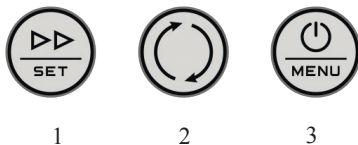
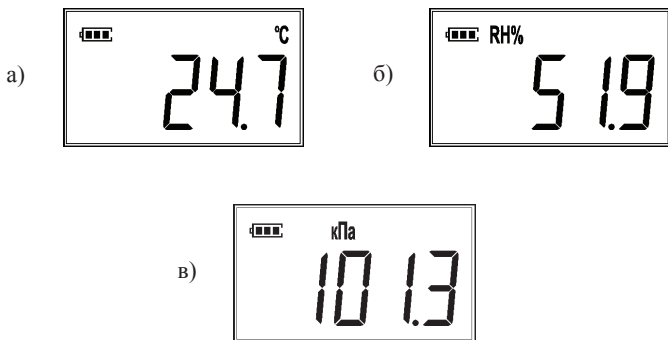

Рис.3 – Кнопки управления.
Рис.4 – Индикация на ЖК-дисплее режимов:
однократным нажатием кнопки ВКЛ/ВЫКЛ (3, Рис.3), причем, во время включения прибора на его экране будет выведен его серийный номер.
5.5 Для определения желаемого параметра достаточно поместить прибор в зону измерений и после установления тепло-влажного равновесия между зондом и окружающей средой считать с жидкокристаллического дисплея измеренное значение (Рис.4).
Если необходимо, например, включить/выключить даталоггер или передачу данных по Wi-Fi, то это можно сделать перейдя в меню настроек прибора, зажав у включенного прибора на несколько секунд кнопку MENU (3, Рис.3). При этом для адекватной работы прибора, его необходимо предварительно настроить с помощью программы-конфигуратора на ПК.
Длительное (примерно 2 секунды) нажатие на кнопку SET (1, Рис.3) приводит к смене текущего состояния регистратора данных. Для перехода к следующему пункту меню необходимо однократно нажать на кнопку SET.
связи происходят с интервалом примерно 1 раз в секунду), что может быть удобно при проведении калибровки или поверки прибора. Для перехода в данный режим необходимо включить прибор, выбрать измеряемый параметр, включить Wi-Fi при необходимости, затем нажать кнопку SET (1, Рис. 3) на несколько секунд. После данных действий на экране прибора начнет мигать размерность выбранного измеряемого параметра, что является признаком перехода в быстрый режим. При этом циклический режим работы прекращает свою работу, переключения на экране прибора между измерительными каналами не происходит. Для прекращения работы быстрого режима необходимо на несколько секунд нажать кнопку SET (1, Рис. 3)
7.2 Включите прибор однократным нажатием на кнопку включения прибора (3, Рис.3). После включения прибор перейдет в режим
измерения температуры (Рис.4, а).
7.3 Для перехода в режимы измерения влажности (Рис.4, б) или атмосферного давления** (Рис.4, в) нужно нажать на кнопку переключения между параметрами микроклимата (1, Рис.3).